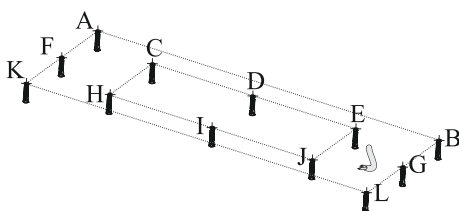

Abb. 21
5. ➔ Entfernen Sie die Montageschablone und setzen Sie die Dübel ein (Abb. 21).Verwenden Sie das mitgelieferte Befestigungsmaterial.